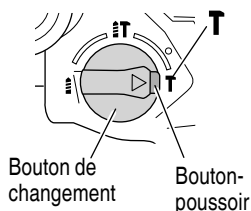

Fig. 23
Ce marteau rotatif peut être réglé sur le mode de percussion seulement en appuyant sur le bouton-poussoir et en plaçant le bouton de changement sur le repère **T** (Fig. 23).
- (3) Placer le bouton de changement sur le repère **T** (Fig. 23).